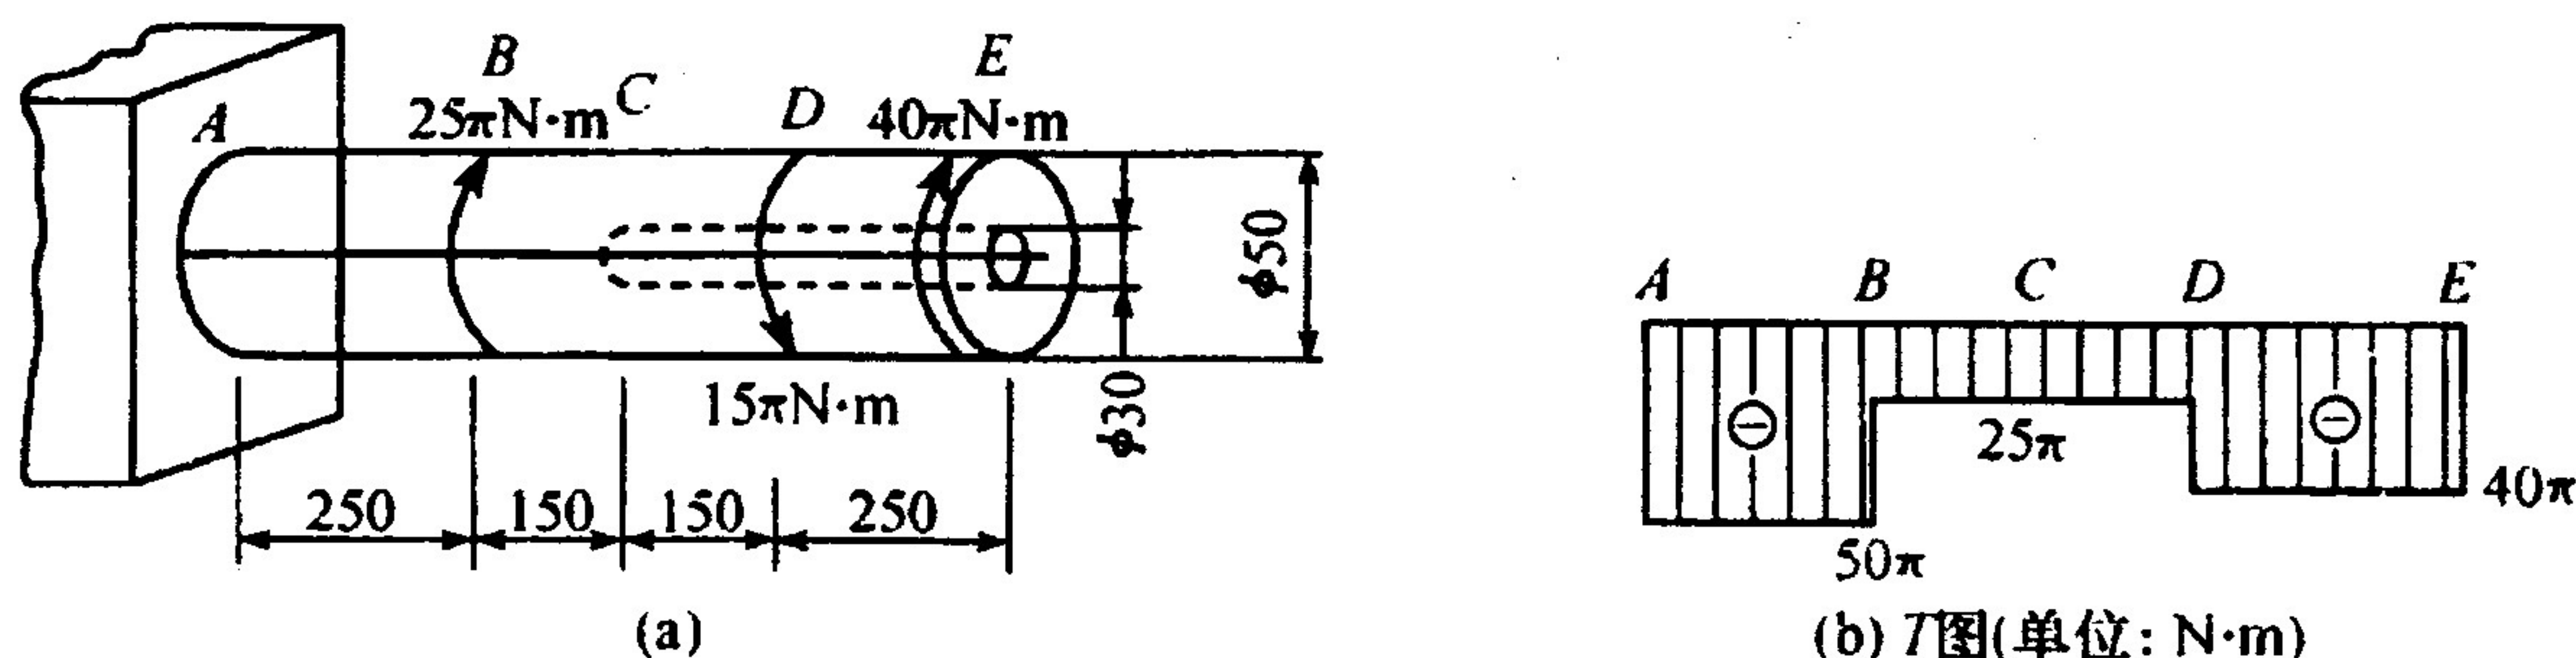

图 7.9
1. 确定图 7.9 所示圆轴的最大切应力, 并求轴两端面的相对转角(以度表示)。已知  $G=84\text{GPa}$ 。
(1) 作圆轴扭矩图如图 7.9(b) 所示。
(2) 计算取大切应力。可能危险截面为左、右两段, 分别计算如下: